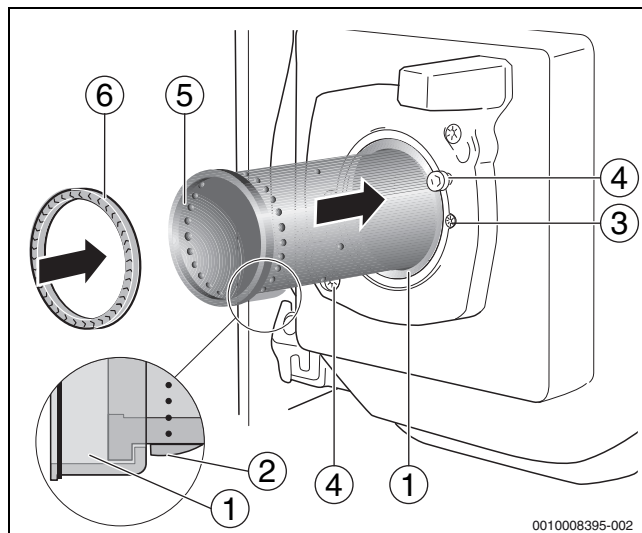

Fig. 42 Sostituzione del bocchaglio
- Inserire il nuovo bocchaglio (→ fig. 42, [5]) nel tubo di supporto. Spingere il bocchaglio oltre la sporgenza (→ fig. 42, [2]) fino alla battuta contro il tubo di supporto. La sporgenza del bocchaglio deve essere rivolta verso il basso e deve scattare in posizione (→ fig. 42, [ingrandimento]).
- Applicare una nuova guarnizione (→ fig. 42, [6]).